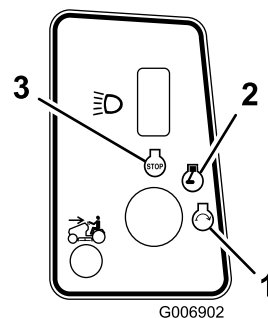

Figura 11
4. Girate la chiave di accensione in senso orario e tenetela in posizione Start (Figura 11). Rilasciatela quando il motore si accende.
2. Prima di scendere dalla postazione di guida ruotate la chiave di accensione in posizione Off, attendete che si fermino tutte le parti in movimento e togliete la chiave di accensione. (Figura 11).